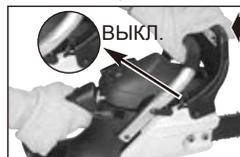

Рисунок 7A
1. **ТОРМОЗ ЦЕПИ ВЫКЛЮЧЕН** (цепь может двигаться), когда **РЫЧАГ ТОРМОЗА ОТВЕДЕН НАЗАД И ЗАФИКСИРОВАН**. Убедитесь, что фиксатор тормоза цепи находится в положении «**ВЫКЛ.**» (рис. 7A).